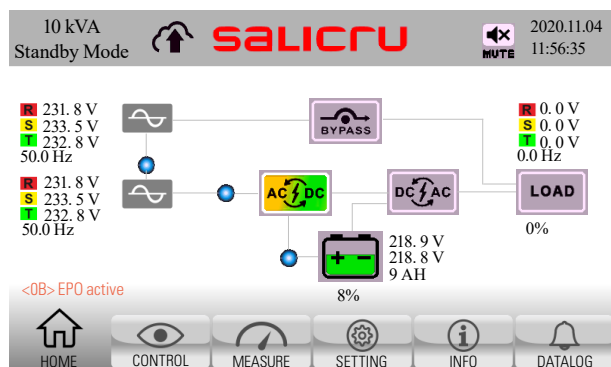

Fig. 60. Écran principal avec arrêt d'urgence EPO activé. Il n'y a pas de tension de sortie.
2. Une nouvelle alarme apparaît sur le panneau de commande <OB> EPO active (EPO activé), et l'équipement passe automatiquement en mode attente (Fig. 60).